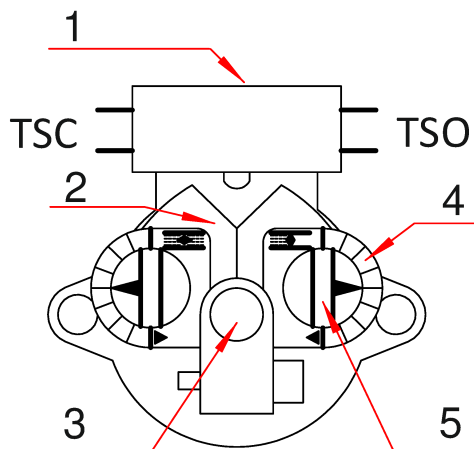

Рис. 4 Схема двухсторонней муфты ограничения крутящего момента.
Крутящий момент с электродвигателя 1 через шестерни передается на червячный редуктор, состоящий из червячного вала и расположенного на выходном валу 8 червячного колеса. На выходном валу, под червячным колесом расположена шестерня механизма ограничения хода выходного вала 8 (Рис. №3). На червячном валу находятся тарельчатые пружины двусторонней муфты ограничения момента 6 (Рис. 4).
4. Регулировка усилия закрытия и открытия осуществляется вращением болтов регулировки 5 (Рис. 4)